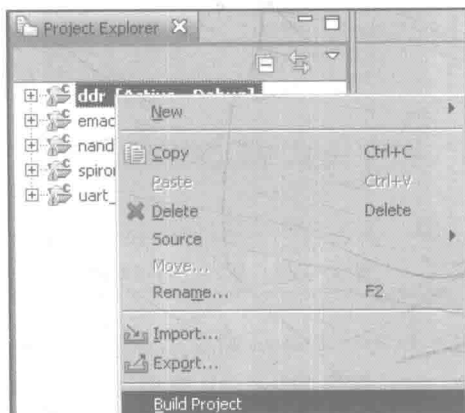

图 1-1-4 编译工程
① 右击待编译的工程后选择 Build Project 命令,如图 1-1-4 所示。